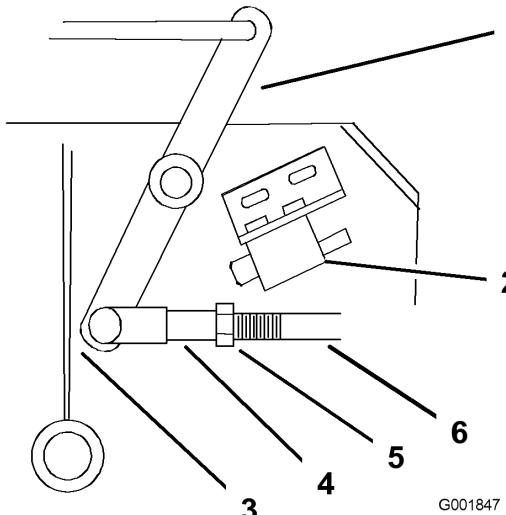

Figura 42
4. Ajuste la longitud del acoplamiento hasta que el extremo inferior de la palanca acodada casi roce el refuerzo del soporte del eje (Figura 42).
- 9. Afloje la tuerca de la horquilla (Figura 42).